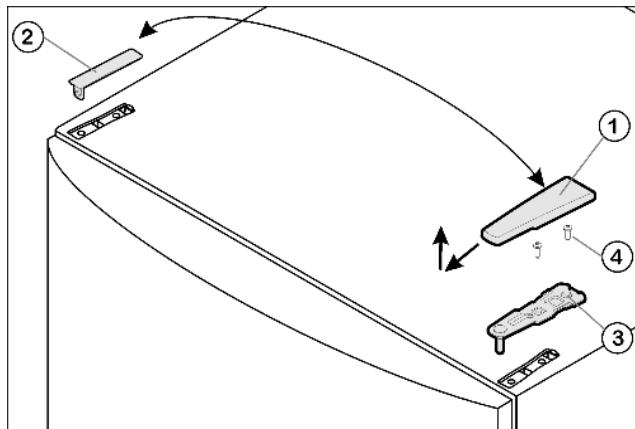

Fig. 4
- ▶ Крышку Fig. 4 (1) снимите движением вперед и вверх.
- ▶ Снимите крышку Fig. 4 (2).
- ▶ Открутите верхний опорный кронштейн Fig. 4 (3)(2 шт. Torx 25) Fig. 4 (4) и вытяните вверх.
- Установите верхний опорный кронштейн Fig. 4 (3) на новой стороне шарнира и защелкните в дверце.
- Прикрутите верхний опорный кронштейн **с усилием мин. 4 Нм**(2 шт. Torx 25) Fig. 4 (4). При необходимости проделайте отверстия или используйте аккумуляторную отвертку.
- Наденьте и защелкните крышку Fig. 4 (1) и крышку Fig. 4 (2) на противоположной стороне снаружи.